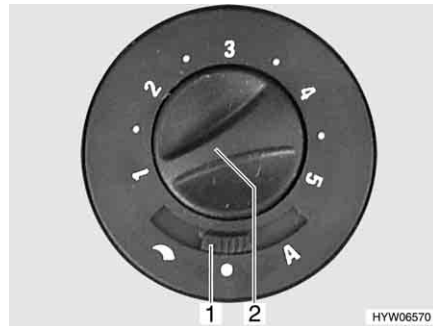

Bild 112 Reglage för cirkulationsfläkt
- Ställ skjutreglaget (Bild 112,1) på "☾" (manuell reglering) eller "A" (automatisk drift).
- Ställ in önskad effekt (manuell reglering) eller begränsa effekten (automatisk drift) på cirkulationsfläkten med vredet (Bild 112,2).
- Ställ skjutreglage (Bild 112,1) på "●" (från).